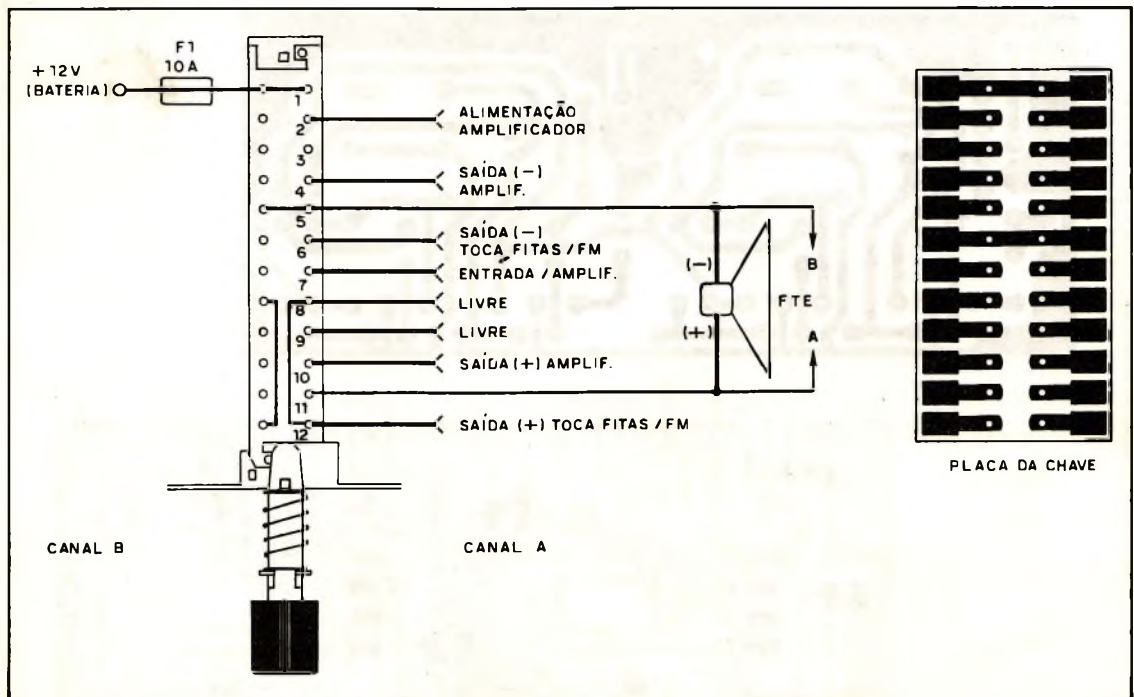

FIGURA 13
f) Solde os fios de conexão da chave conforme mostra a figura 13. Estes fios vão aos alto-falantes, à fonte de alimentação, ao led indicador e também à placa do amplificador.